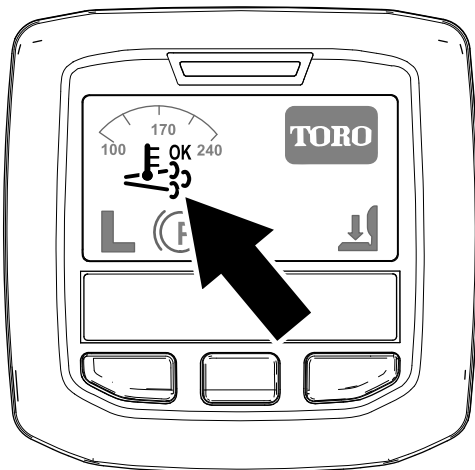

Figura 37
- O ícone da regeneração assistida/de reposição surge no InfoCenter (Figura 37).